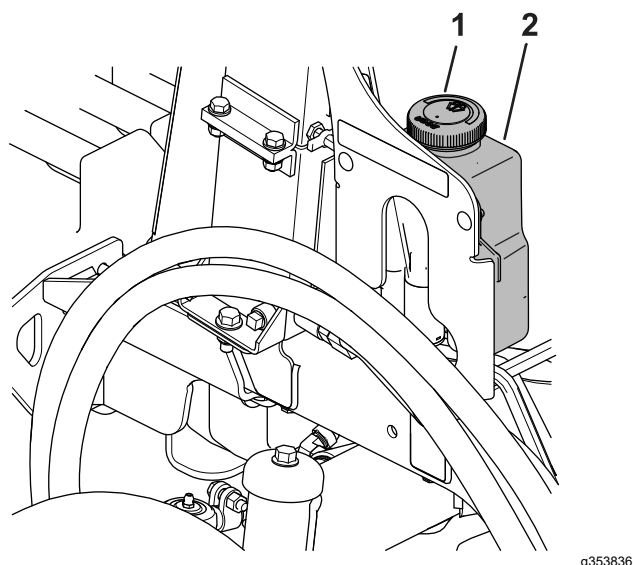

Figure 85
1. Enlevez le bouchon (**Figure 85**) du réservoir.